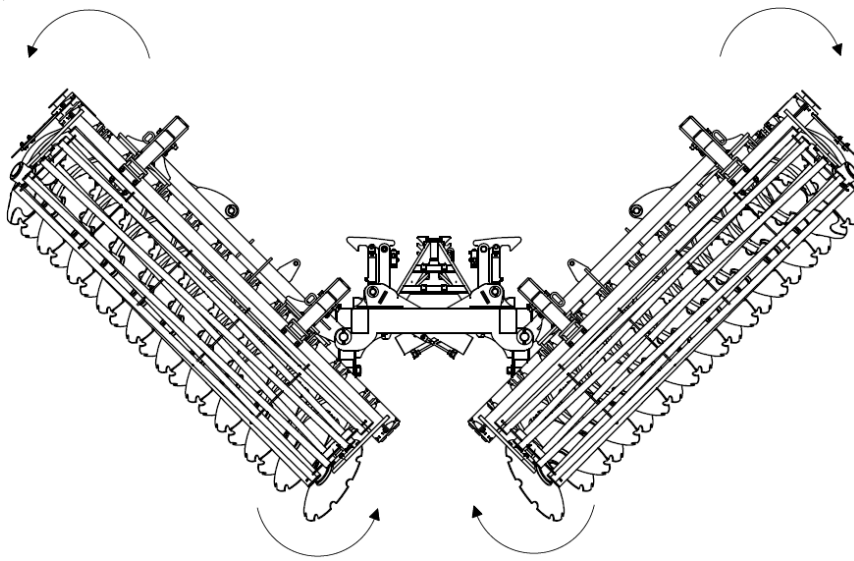

Abb. 8 Reihenfolge der Öffnung der Maschine: Öffnen der Maschine unter besonderer Berücksichtigung der Höhe der Armenden vom Boden.
4. Achten Sie beim Öffnen der Flügelarme der Maschine darauf, dass die Enden der Arme auf der richtigen Höhe sind, damit sie nicht am Boden hängen bleiben (Abb. 8).